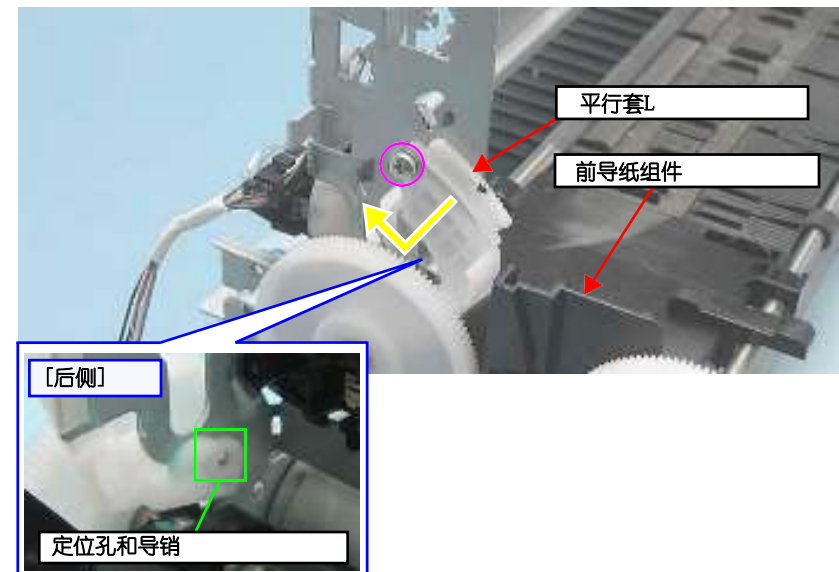

图1-106。拆卸平行衬套L
- 安装平行度衬套L时, 将定位孔与图1-106 (第57页) 中所示的导销对齐。